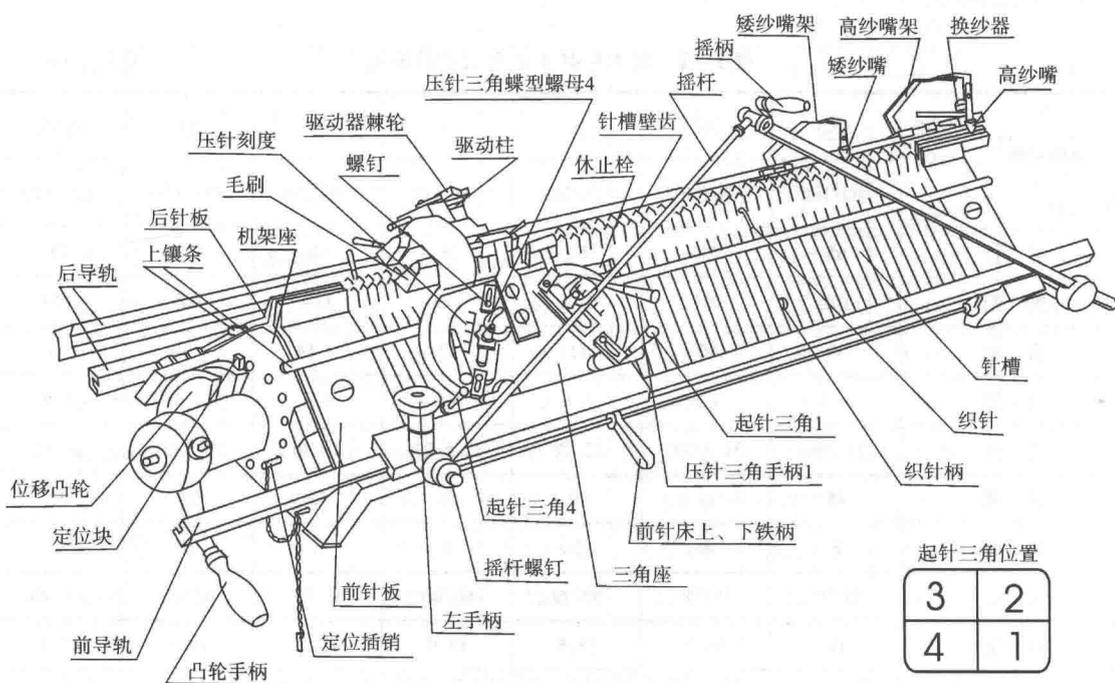
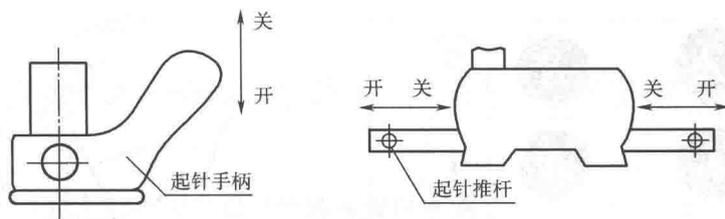

图 1-4 横机三维结构示意图
图 1-5 三角开关示意图
横机三维结构图更适合初学者认识,从图 1-4 的横机三维结构图中可以看到 35 个机件的位置与名称,后针板上名称与前针板是对应的,通过下面文字进一步了解与熟悉横机。
**1. 三角座与起针三角开关** 三角座是横机结构中最主要的部分,也称“机头”,像马鞍型骑在机架座的前针板和后针板上,沿前、后导轨横向往复移动。四个起针三角开关对应安装在前、后针板的三角座上,它们的具体方位如图 1-4 所示右下图四个方格内的数字,它们分别控制前针板、后针板织针的成圈过程。起针三角有两种形式,一种是起针手柄式,向上为关、向下是开启。另一种是起针推杆式,向外拉是开,推进是关,如图 1-5 三角开关示意图。
**5. 前针板落下和推上的作用** 前针板上、下铁柄落下目的是挑脱落的线圈。左手下压前针板上、下铁柄，如图 1-4 横机三维结构示意图中部，前针板可落下，脱圈被挑好，上提或推上铁柄，前针板即可复位。
**7. 换破损织针** 拉动上镶条至破损织针处，取出坏掉的织针后，安上新织针，并用压针板压住织针慢慢推动上镶条至全部覆盖恢复原状态（图 1-4 横机三维结构示意图）。